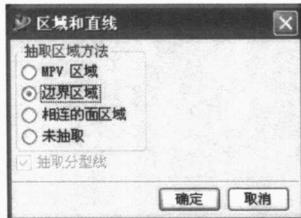

图 1-18 区域和直线对话框
④ 单击“确定”按钮，然后再单击“确定”按钮，返回分型管理器对话框。
① 单击“抽取区域和分型线”按钮，在弹出的区域和直线对话框上单击“边界区域”单选按钮，如图 1-18 所示。